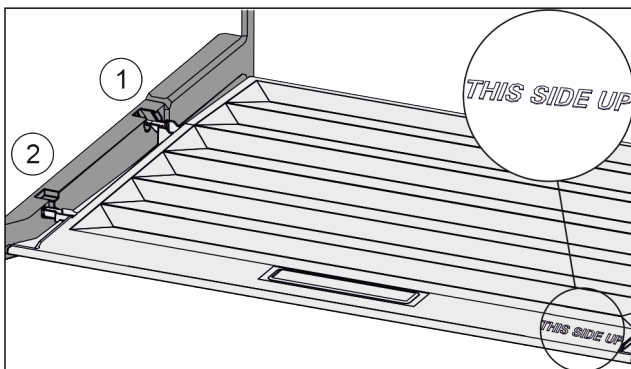

Fig. 162
- ▶ Prečke poklopca uvedite preko otvora stražnjeg držača Fig. 162 (1) i uglavite ih u držač Fig. 162 (2).